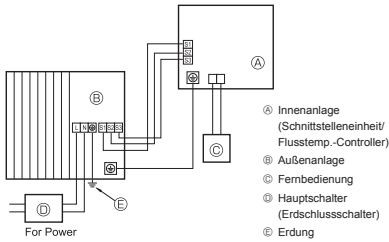

Fig. 7-1
7.1. Auenanlage (Fig. 7-1, Fig. 7-2)
- ① Die Bedienungsplatte abnehmen.
- ② Die Kabel gema der Fig. 7-1 und der Fig. 7-2 verdrahten.